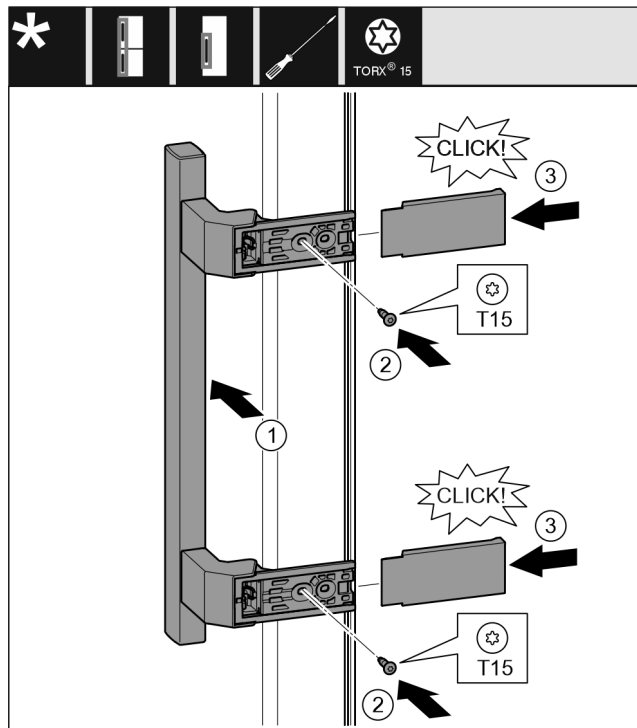

Fig. 20
- ▶ Helyezze fel a fogantyút a másik oldalra. Fig. 20 (1)
- ▶ Húzza meg a csavarokat T15 csavarhúzóval. Fig. 20 (2)
- ▶ Helyezze fel a fedeleket oldalra, és tolja őket a helyükre. Fig. 20 (3)